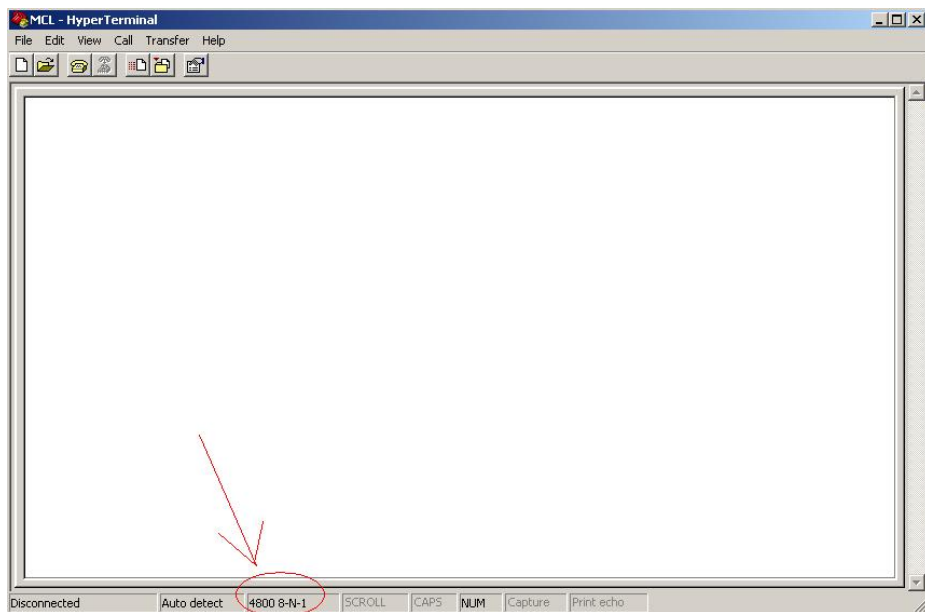

Рис.6.9
7. Установки должны измениться на 4800 (9600) 8-N-1, от изображено на рис.6.9;